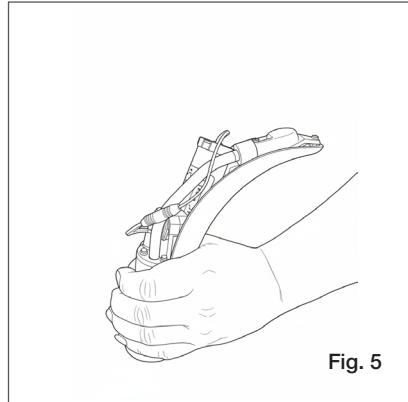

Fig. 5
- Não obstruir a janela do sensor após a ligação do cabo de alimentação (fig. 5).